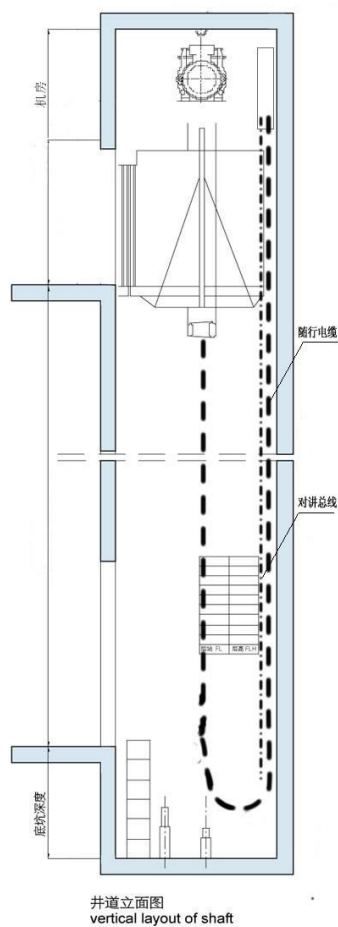

图 5
- b. 当总线须与电梯随缆绑在一起时，应选择弱电随缆，不得与强电随缆绑在一起。如图 5